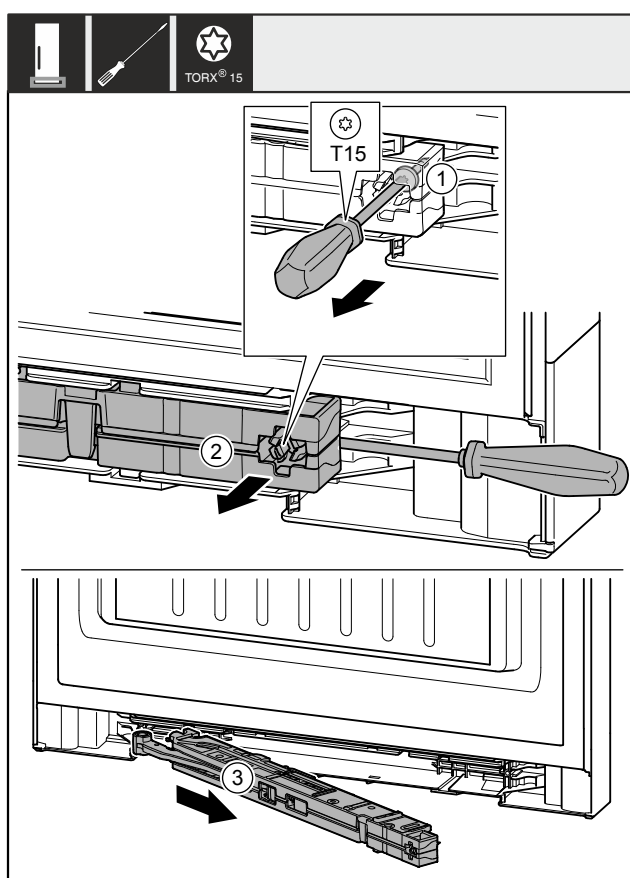

Fig. 11
- Odvijte vijak Fig. 11 (1) na enoti blažilnika za zapiranje vrat z izvijačem pribl. 14 mm.
- Dvignite enoto blažilnikov Fig. 11 (2) na strani ročaja z izvijačem v smeri naprej.
- Izvlecite enoto blažilnikov Fig. 11 (3).